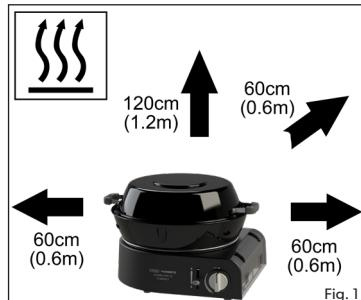

Fig. 1
- Assicuratevi che il dispositivo sia usato a distanza da materiali infiammabili. Distanze minime di sicurezza: sopra il dispositivo - 1,2 m; dietro e ai lati - 0.6m. (fig. 1)